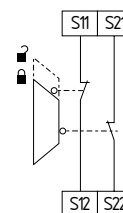

Fig. 11
**Circuit de surveillance d'un protecteur à deux canaux avec interverrouillages de sécurité selon EN ISO 14119 (Fig. 11)**